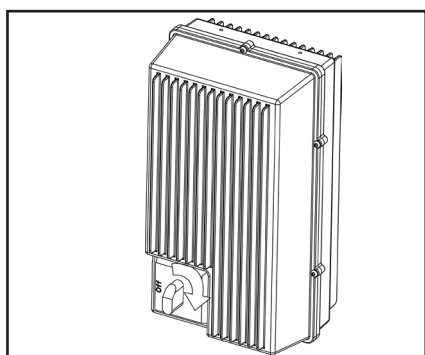

Fig. 1 0627106
2. Appuyer sur l'interrupteur principal (Fig. 1).
1. Appuyer sur l'interrupteur principal du boîtier de commande (Fig. 1)